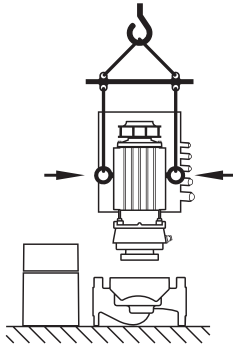

Fig. 9: Transport van de motor
- Indien nodig, bij v. voor reparaties, kunnen de transportogen van de motorflens worden verzet naar het motorhuis (zie bijv. Fig. 9). Voor montage van de transportogen aan het motorhuis de afstandhouders uit de openingen voor de transportogen (Fig. 7, pos. 20b) schroeven (zie hoofdstuk 10.2.1 "Mechanische afdichting vervangen" op pagina 239).
- Worden of zijn de transportogen van de motorflens verplaatst en aan het motorhuis gemonteerd, dan kunnen ze alleen worden ingezet voor het dragen en het transport van de insteekset (Fig. 9), maar niet voor het transport van de volledige pomp en niet voor het scheiden van de insteekset en het pomphuis.